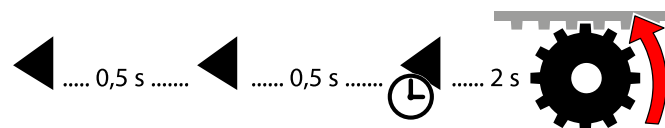

Abb. 99 Endlageneinstellung – Einstellung linken Endlage
3. Drücken Sie zum Speichern der linken Endlage folgende Tastenkombination (siehe Abb. 99).